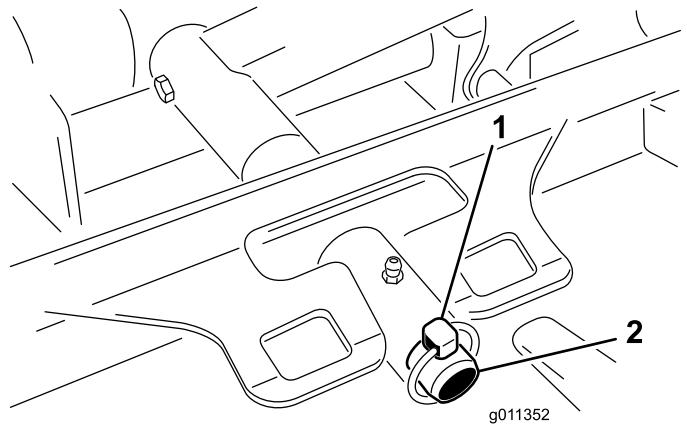

Figura 86
3. Demontujte pojistný kolík (stroje Groundsmaster 4500) nebo přídřznou matici (stroje Groundsmaster 4700) upevňující nosný rám žací jednotky k otočnému čepu zvedacího ramene (Figura 86).
2. Nasuňte nosný rám žací jednotky na otočný čep zvedacího ramene (Figura 86). Zajistěte